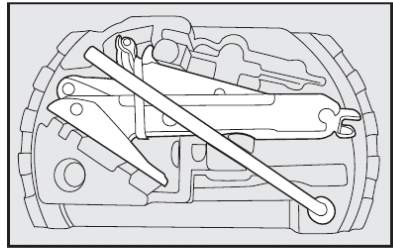

fig. 10
13) colocar o macaco e as ferramentas utilizados no suporte das ferramentas no local apropriado, de modo a evitar vibrações, ou que se solte durante a marcha fig. 10.